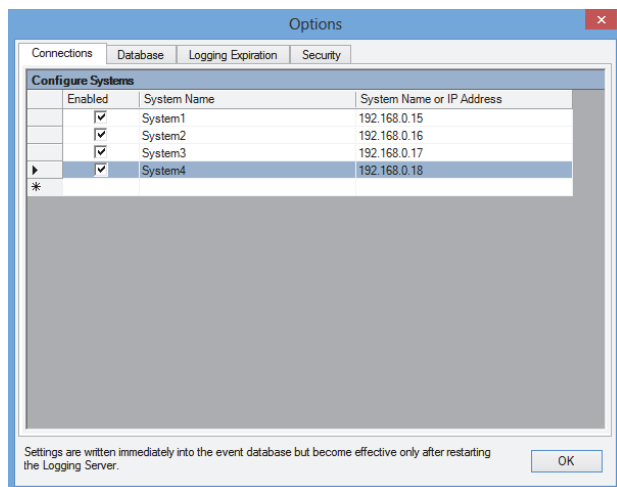

figura 58.9: Eliminar um sistema (1)
- 1 Clique no campo à frente da linha que contém o sistema. Por exemplo, *System 4* (consulte a figura 58.9).